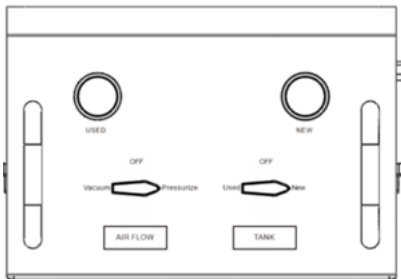

Fig 11.
2. Na panelu przekręcić lewy zawór na panelu „PRZEPŁYW POWIETRZA” do pozycji „Zwiększ ciśnienie”, prawy zawór „ZBIORNIK” do pozycji „Nowy” (Rys. 11), otworzyć zawory na obu węzłach (Rys.12), a następnie otworzyć zawór powietrza warsztatowego, aby rozpocząć wymianę środka zapobiegającego zamarza-